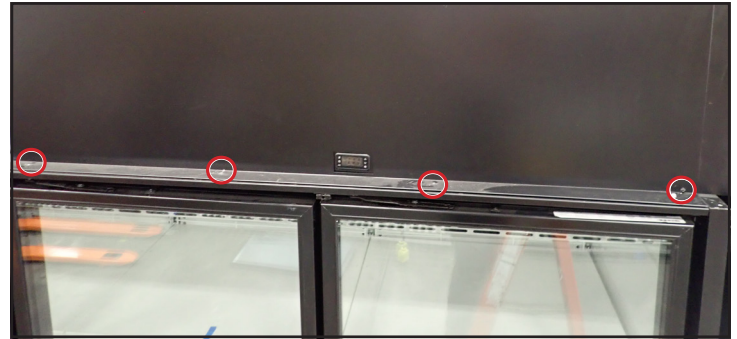

Fig. 1. Ubicación de los tornillos de la cubierta delantera.
2. Retire la(s) cubierta(s) delantera(s). Véase la fig. 1.